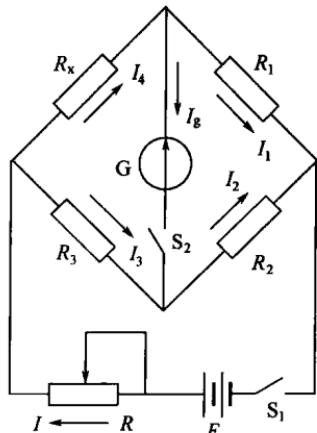

图 1-2 直流单臂电桥
直流单臂电桥的电原理图如图 1-2 所示。图中的 R_x 为被测电阻， R_1 、 R_2 和 R_3 为已知的标准电阻，使用时可以改变 R_1 、 R_2 和 R_3 的数值， G 为检流计， E 为直流电源， S_1 和 S_2 为开关。在测量电阻时，先闭合开关 S_1 ，接通电源 E ；
① 使用直流单臂电桥测量电阻时,当被测电阻小于 10Ω 时,引线电阻和与电桥连接处的电阻都不能忽略。如果引线电阻和接触电阻比较大时就会使测量结果产生较大的误差,因此对于直流单臂电桥一方面要规定它所能测量的最小电阻值,另一方面还要求测量时尽可能减小引线电阻和接触电阻。
② 直流单臂电桥的平衡条件是检流计的电流 $I_g=0$,为了能准确地判断平衡,应该采用高灵敏度的检流计。
③ 直流单臂电桥也可以运用于非平衡的状态,从图1-2中可以看出,当电压 E 及桥臂电阻 R_1 、 R_2 和 R_3 为定值时, R_x 和 I_g 成函数的关系。如果用可以读出电流数值的电流表作为检流计,那么就可以从 I_g 的大小推算出 R_x 的数值。这种方法是电桥的不平衡使